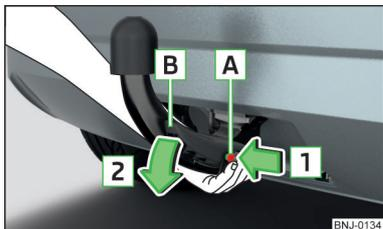

Fig. 160
- > Agarre la barra de cabeza esférica **desde abajo** » fig. 160.